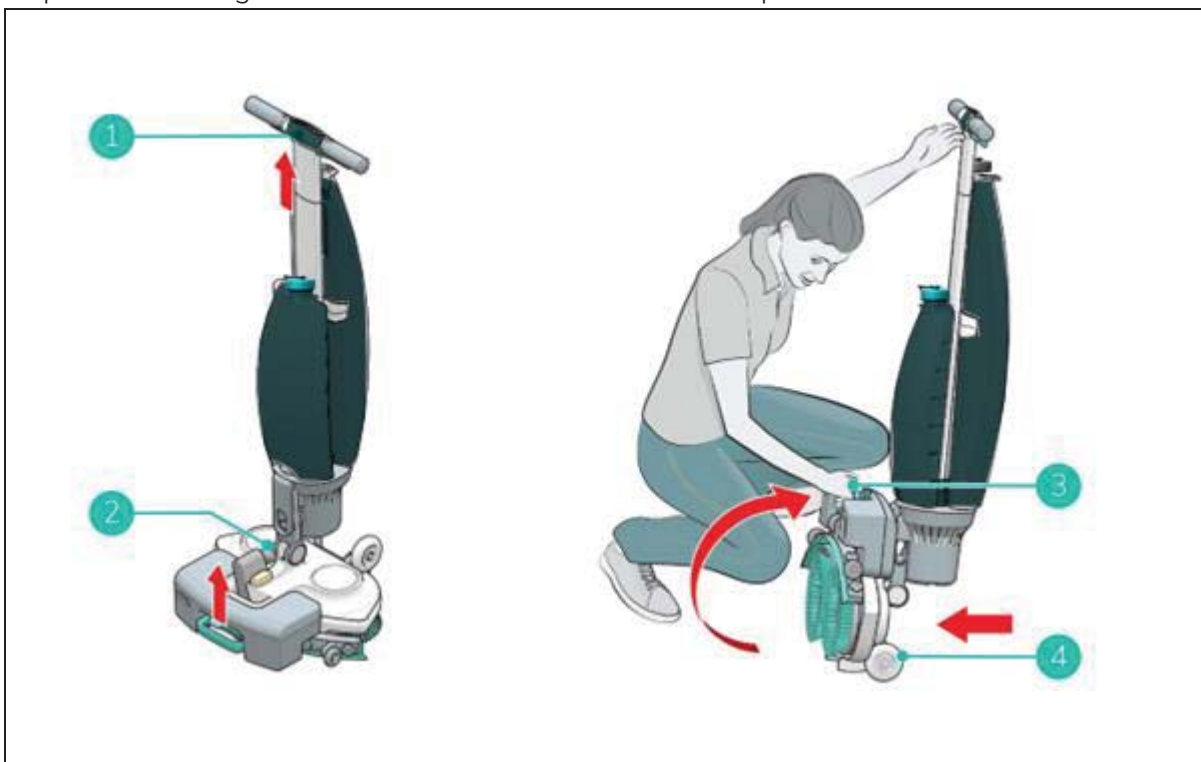

Figure 5
1. Assurez-vous que le tuyau d'aspiration (Figure 5, pos 2) est repoussé dans la machine afin qu'il ne puisse pas se faire pincer.
2. Accroupissez-vous et tenez la poignée (Figure 5, pos 1) d'une main tout en tenant le plateau de brossage (Figure 5, pos 3) avec votre autre main.
3. Soulevez lentement le plateau de brossage jusqu'à ce qu'il soit à la verticale sur les roues avant (Figure 5, pos 4). Guidez le corps vers le plateau de brossage jusqu'à ce qu'il s'enclenche en position de repos.